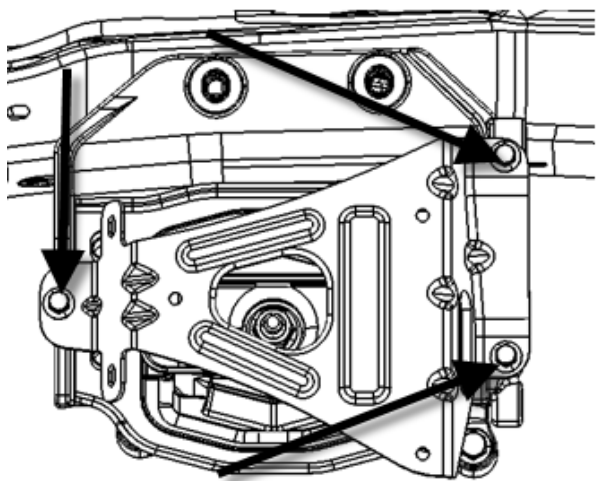

图 8
2.7.1 拆下动力总成左悬置空滤支架与动力总成左悬置车身支架连接的三个螺栓(如下图 8 所示)。
2.8.5 将动力总成左悬置空滤支架与动力总成左悬置车身支架通过三个螺栓连接并打紧（如图 8 所示）。